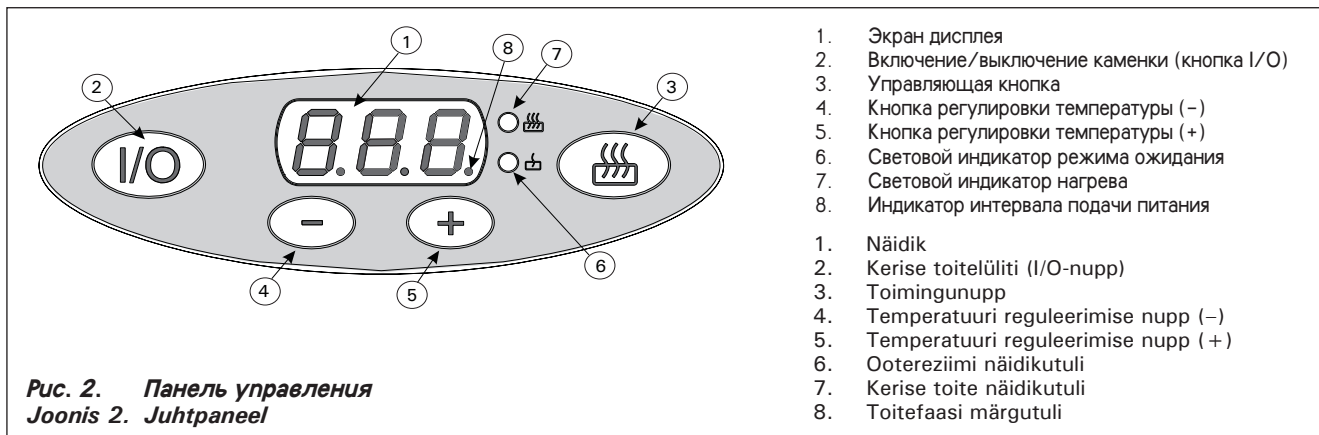

Рис. 2. Панель управления
Когда каменка включается на полную мощность (HI) с помощью кнопки управления, температура каменки устанавливается на уровне 300 °C. Это значение температуры нельзя задать с помощью кнопок регулировки температуры 4 и 5 (рис. 2). Если крышка каменки закрыта, когда каменка работает на полную мощность, то заданная температура в пространстве для камней (300 °C) достигается быстрее.
Чтобы включить каменку, нажмите кнопку **I/O**. При подключении питания к нагревательным элементам на дисплей выводится сообщение LO (питание в режиме ожидания), за которым следует число, обозначающее текущую температуру пространства для камней (например, 24). Кроме того, горит лампа индикатора (рис. 2). Температуру в пространстве для камней можно задать с помощью кнопки + (5, рис. 2); максимальное значение — 280 градусов по Цельсию. Кнопка «минус» (4, рис. 2) используется для снижения слишком высокой заданной температуры (мин. 220 °C).
Потребление каменкой электрической энергии можно отслеживать с помощью индикатора 8 (рис. 2). См. раздел «Дисплей».
Чтобы включить режим полной мощности, нажмите один раз управляющую кнопку 3 (рис. 2). На дисплее 1 (рис. 2) показывается, что используется состояние HI (= режим полной мощности). Через некоторое время на дисплее появится текущее значение температуры в пространстве для камней. В состоянии HI температура в пространстве для камней растет до заданного значения 300 °C.